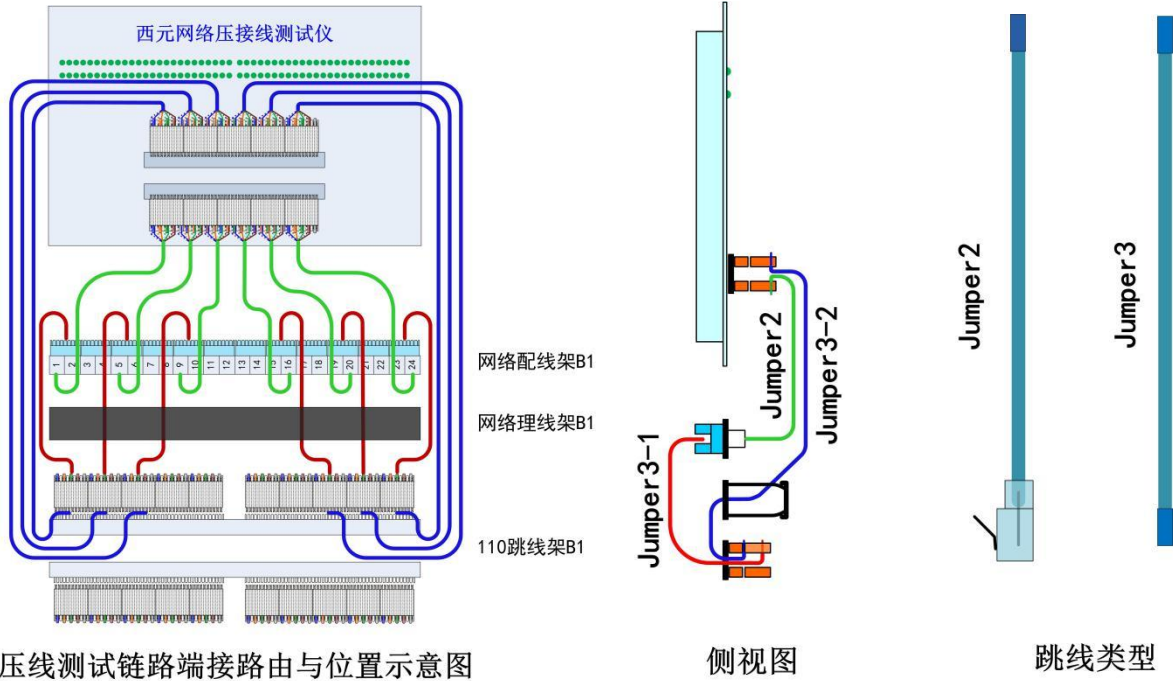

图 2-2-1 铜缆复杂链路端接工程技术实训示意图
- 每 2-4 名学员 1 组，每名学员完成 1 个复杂链路，每个链路 3 根跳线，端接 6 次，如图 2-2-1 所示。